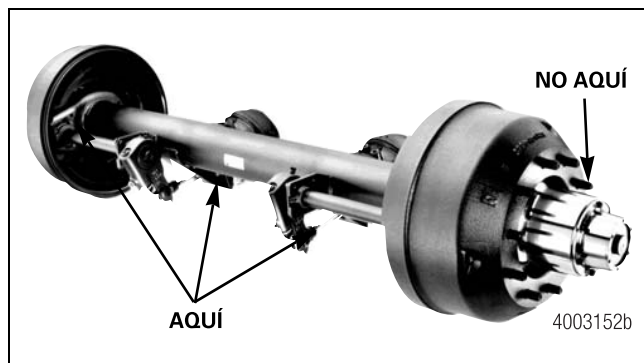

Figura 7.1
- El equipo de soldadura debe conectarse a tierra al eje a través de una conexión de cable limpia y firme. La conexión debe ubicarse en una de las piezas soldadas al eje como, por ejemplo, el soporte del eje de levas, el soporte de la cámara de aire o la araña de freno. No debe ubicarse dicha conexión en un resorte de suspensión, en un perno en "U" o en un punto que coloque un cojinete de rueda entre la conexión a tierra y el área de soldadura. Figura 7.1.